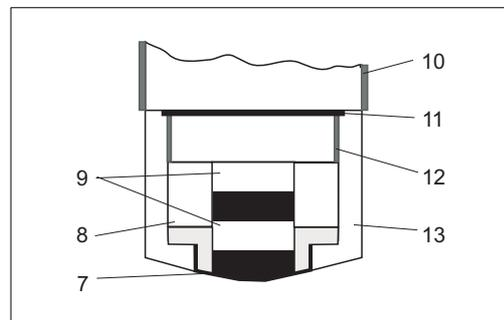
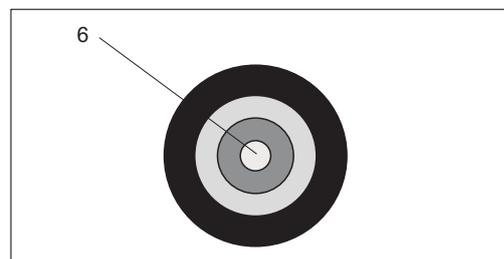

Fig. 18 : Tête de la cellule, coupe longitudinale
Fig. 19 : Tête de la cellule, vue d'en haut
- Tête de la cellule avec cathode et anode (fig. 18, fig. 19)